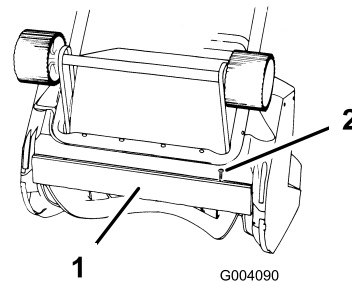

Figure 12
De schraper bevindt zich aan de onderkant van het rotorhuis zoals wordt getoond in Figure 12.
1. Verwijder de 2 schroeven waarmee de schraper is bevestigd aan de sneeuwruimer (Figure 12).